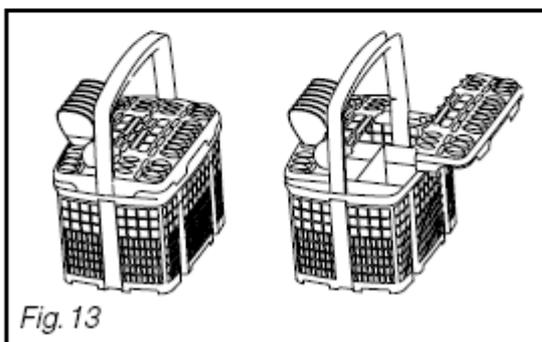

Fig. 13
**Estão à sua disposição grelhas amovíveis se pretender um carregamento dos talheres ordenado** (fig. 13).